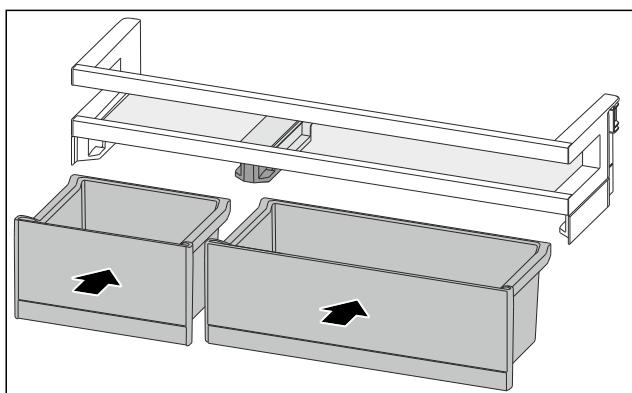

Fig. 81
- VarioBoxen in getauschter Anordnung einsetzen. (siehe Fig. 81)